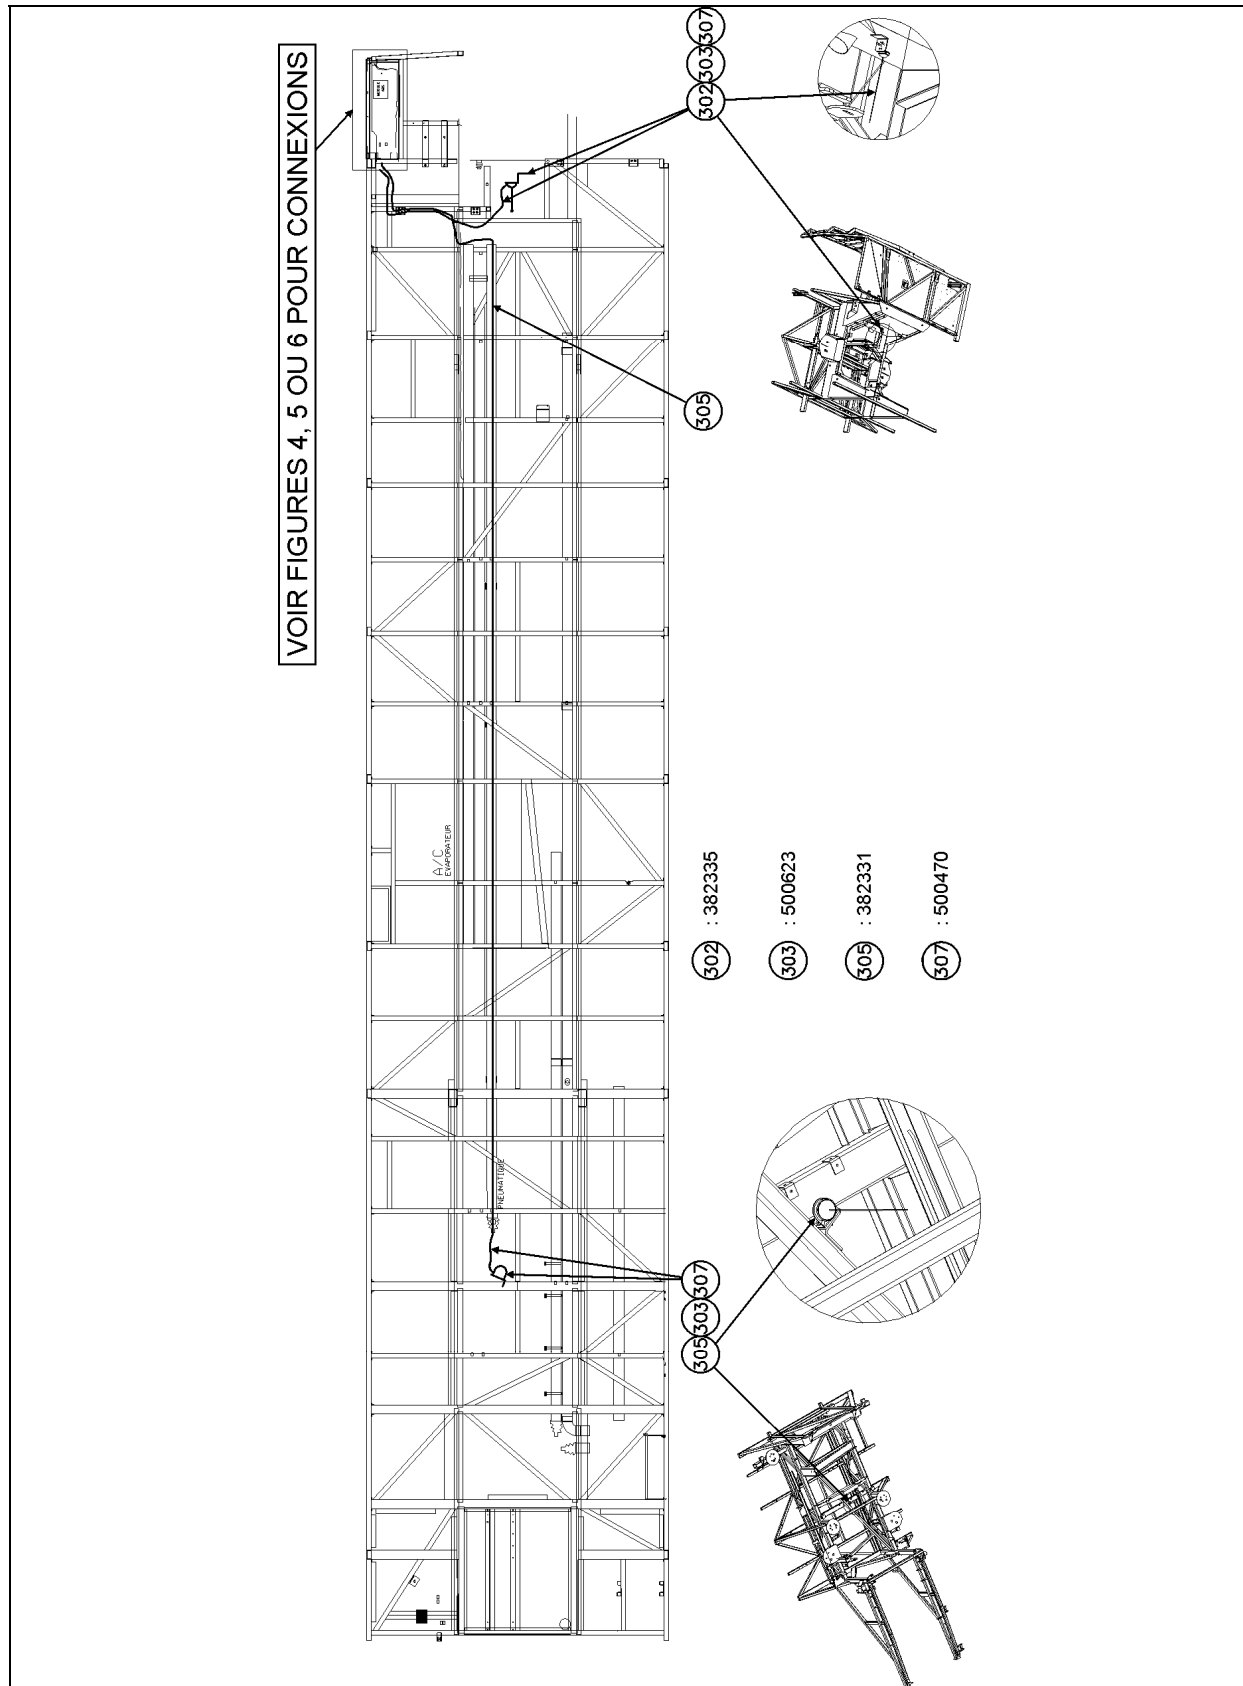

FIGURE 3
3. S'assurer que l'antenne pointe vers le bas puis acheminer le câble de l'antenne émettrice entre l'antenne et la boîte de jonction avant selon la figure 3.
5. S'assurer que l'antenne pointe vers l'arrière puis acheminer le câble de l'antenne émettrice entre l'antenne et la boîte de jonction avant selon la figure 3.